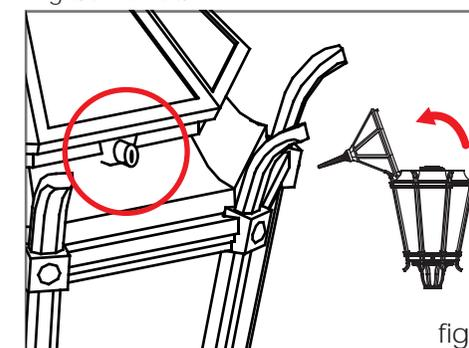

fig. 2
- Abrir Luminaria soltando los pernos de sujeción ALLEN (fig2), y retirar la tapa.